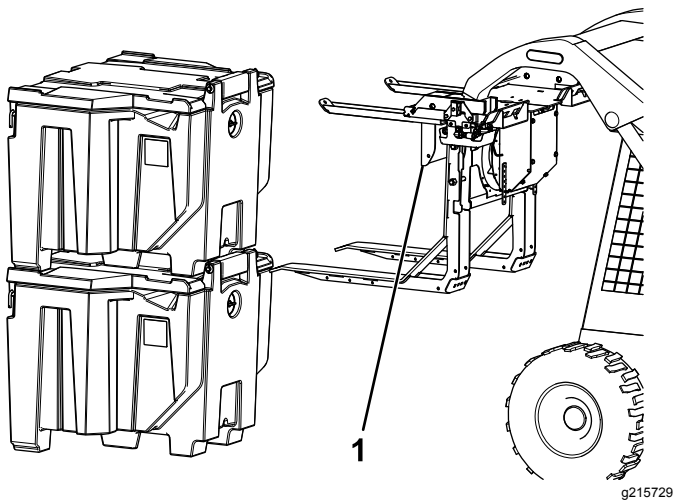

Figure 12
1. Démarrez la machine et inclinez le cadre d'épandage en avant jusqu'à ce que les fourches soient parallèles au sol (Figure 12).
2. Conduisez la machine en marche avant et insérez les fourches dans les passages sur le cube jusqu'à la butée du cube (Figure 12).